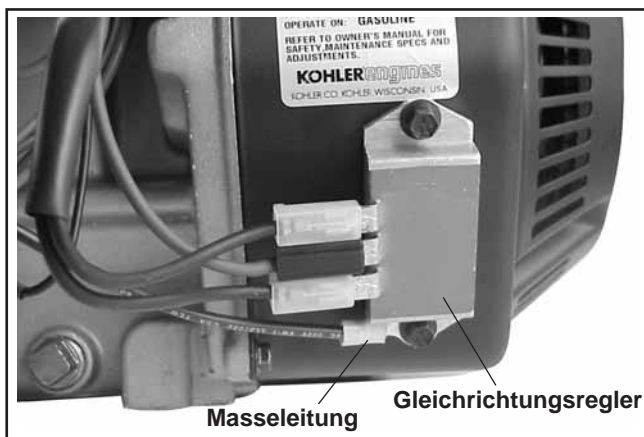

Abbildung 11-52. Gleichrichtungsregler einbauen.
1. Bauen Sie den Gleichrichtungsregler ein und befestigen Sie ihn mit den Sechskantflanschschrauben. Befestigen Sie das separate Massekabel, falls verwendet (Modelle mit Plastiklüfter), an einer der Schrauben. Siehe Abbildung 11-52.
2. Befestigen Sie die Steckerreinheit oder die einzelnen Stecker (B+-Leitung am mittleren Anschluss/ Statorkabel an den Anschlüssen außen) am Gleichrichtungsregler. Siehe Abbildung 11-52.